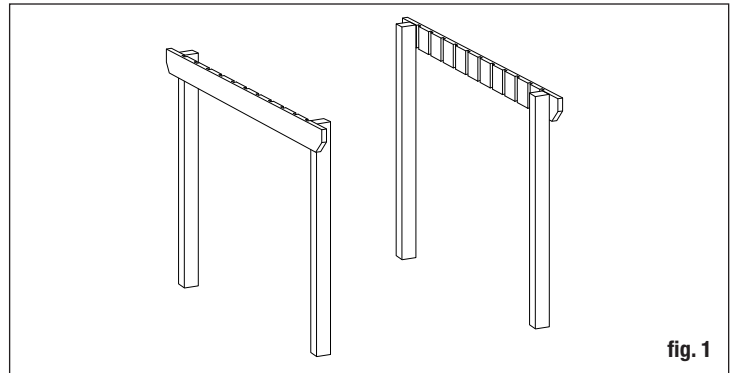

fig. 1
**Step 1:** On an elevated surface (sawhorses recommended), position the predrilled holes at each end of one pergola header into alignment over the predrilled holes at the top of two 4x6x8' posts. Be sure the grooves of the header are facing the posts (fig. 1).
**Step 2:** Stand both pergola ends upright – 8 ft. apart (fig. 1).
**Paso 1:** En una superficie elevada (se recomienda el uso de caballetes), posicione los agujeros pretaladrados en cada extremo de un cabezal de pérgola para alinearlos con los agujeros pretaladrados en la parte superior de dos postes de 4 x 6 x 8 pies. Asegúrese de que las ranuras del cabezal estén hacia los postes (fig. 1).
**Paso 2:** Levante los dos extremos de la pérgola en su posición, a 8 pies de distancia uno del otro (fig. 1).